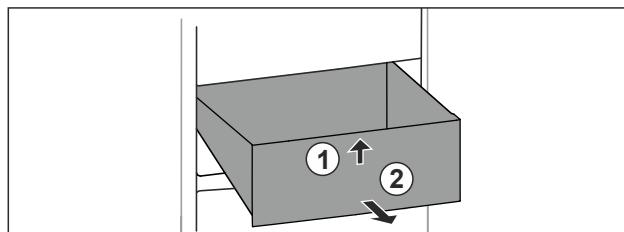

Fig. 80
- ▶ Løft skuffen fremefter. Fig. 80 (1)
- ▶ Tag skuffen ud fremefter. Fig. 80 (2)